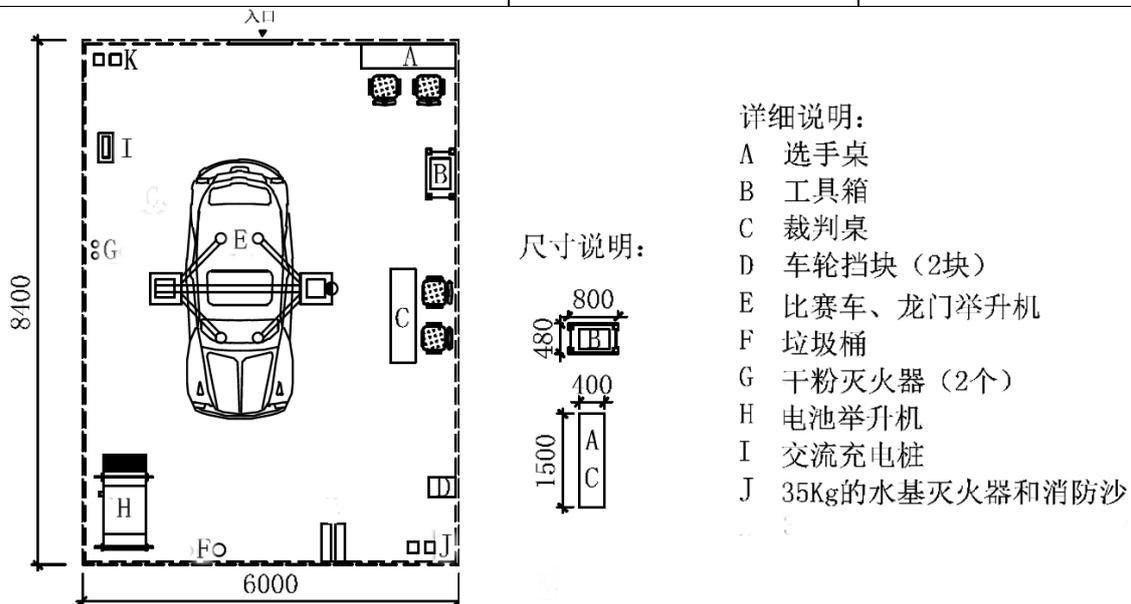

图 1 实操竞赛工位布置图
3. “动力电池组拆装与检测”和“纯电动汽车整车综合故障排除”共用竞赛场地，竞赛场地每个工位占地面积 50 m2，提供 220V 交流电，线路能承载功率 7kw、电流 32A 以上；竞赛场地净空高度不低于 4.2m，面积和比赛工位设置如表 2（比赛工位数根据最后报名参赛队数量调整），实操竞赛工位布置如图 1 和 2：